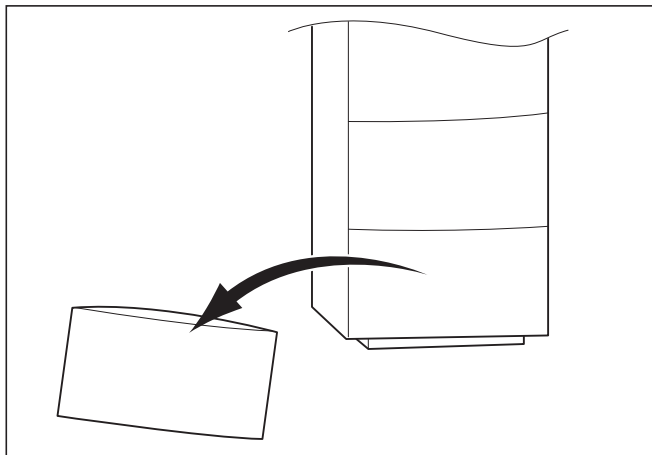

Fig. 4.1 Retrait du revêtement
- Retirez le couvercle du revêtement situé au dessous de l'appareil afin de ne pas abîmer celui-ci pendant le transport (voir fig. 4.1).